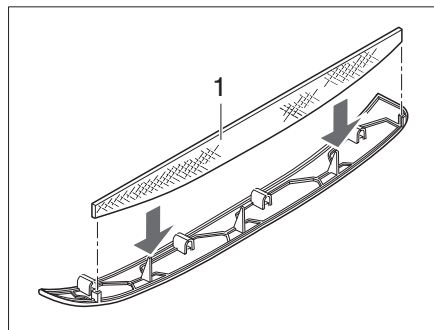
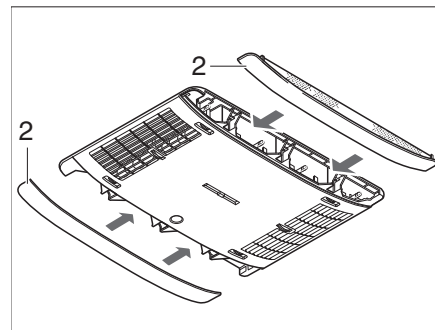

Fig. 362 Filtro di lanugine impianto di climatizzazione
Fig. 363 Pannelli impianto di climatizzazione
Nei pannelli laterali (Fig. 363,2) si trovano due filtri della lanugine. I filtri della lanugine devono essere sottoposti a pulizia e, se necessario, a una sostituzione a intervalli regolari, comunque almeno ogni 6 mesi.
- Estrarre i pannelli (Fig. 363,2) dal distributore dell'aria e pulire i filtri della lanugine (Fig. 362,1) o, se necessario, sostituirli.